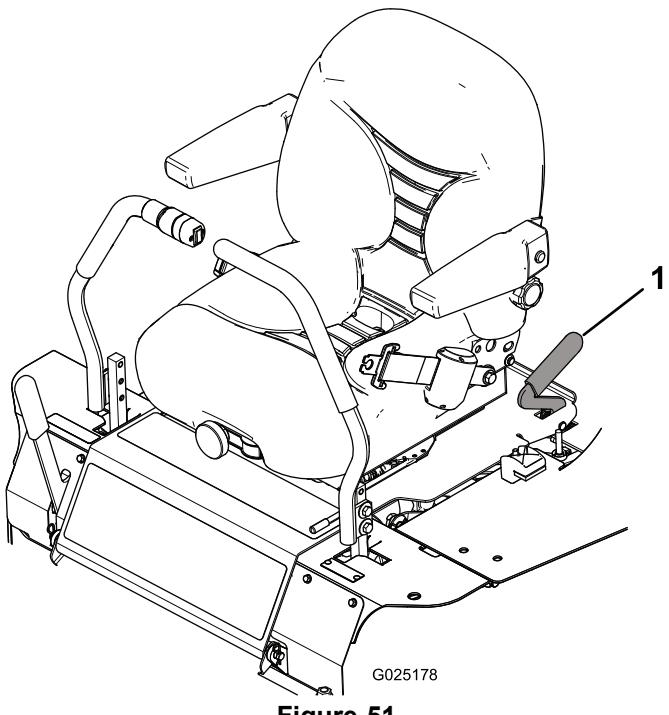

Figure 51
2. Tirez le levier de verrouillage du siège pour déverrouiller le siège et le faire pivoter en avant (Figure 51).